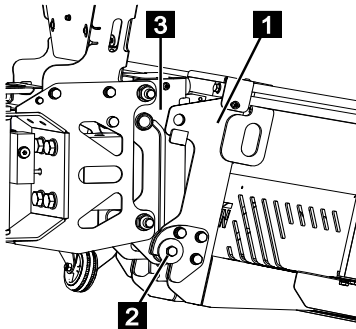

Fig. 157
2. À deux, mettre la nacelle (Fig.157/1) dans la fixation (Fig.157/2) et la pousser dans le logement (Fig.157/3).